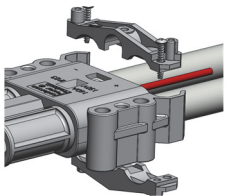

Abbildung 10
- Die beiden Klammern eng an das Kabel drücken, während die Schrauben angezogen werden. Hilfskabel werden durch das „U“ geführt und nicht von der Klammer berührt. (Abbildung 10)